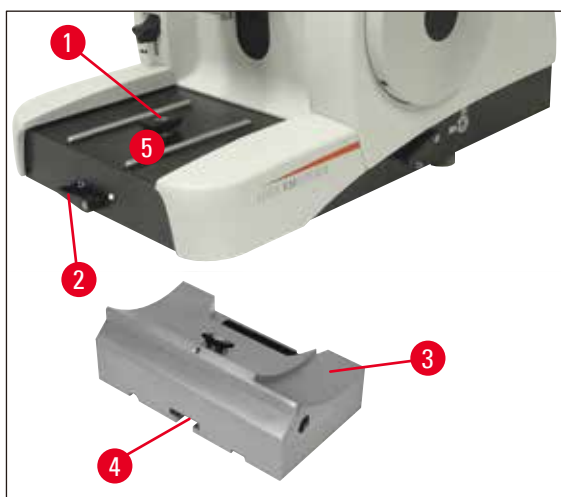

图 12
- 松开切片底座前端的锁杆，并将带刀架的刀架底座滑动到样品前面几乎挨着的位置。有关其它信息，请参见 (→ 第 23 页 – 图 12) 或 (→ 第 40 页 – 图 30)。